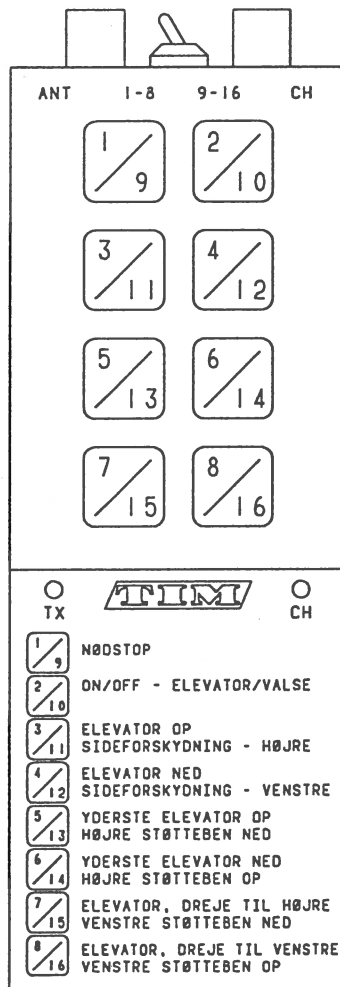

Fig. 3
Omskifterknap, pos. 2, sættes på auto, og med fjernebetjening, fig.3, knap 13 sættes højre bagstøtteben ned, indtil det støtter på underlaget.